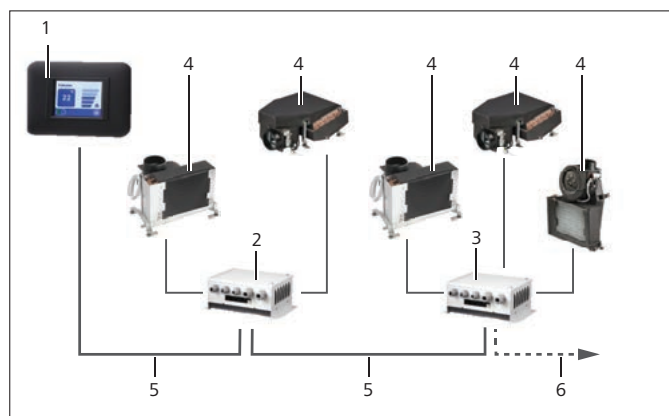

Fig.19 Configurazione master-slave
Il cavo display/cavo di rete può essere collegato a scelta ad una delle due prese di corrente con la scritta display/bus sulla scatola comandi dell'Ultimate Cabin Control. V. "Fig.19 Configurazione master-slave" a pagina 17 e "Fig.39 Configurazione master-slave Ultimate Cabin Control" a pagina 43
- In caso di utilizzo di più Ultimate Cabin Control, che sono collegati tra loro in configurazione master-slave, tutti i sensori devono essere collegati alla stessa scatola comandi del display MyTouch. „Fig.19 Configurazione master-slave“ a pagina 17